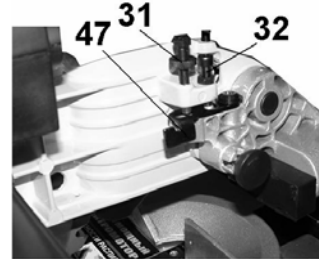

Рис. 11
Винт (32), Рис.11, ограничивает максимальное опускание пильного диска (15), Рис.2. Для регулировки максимальной глубины опускания пильного диска (15) ослабьте контргайку винта (32), Рис.11.
Отрегулируйте и зафиксируйте контргайкой положение винта (32), Рис.11.
Ограничение глубины пропила регулируется вращением винта (31), Рис.11. Для того, чтобы винт (31) ограничивал опускание пильного диска (15) на требуемую глубину пиления, необходимо переместить упор (47).